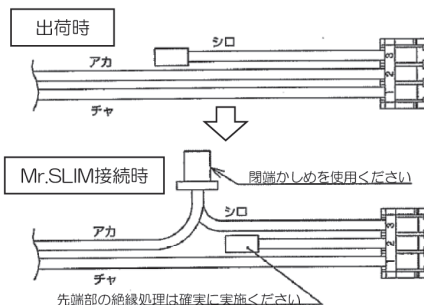

図2
- CN3S接続の付属3極コネクタは、図2を参考にし、つなぎ換えを行ってください。